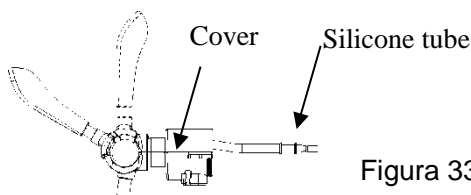

Figura 33 [cover=coperchio] [tubo di silicone]
B. PER CAMBIARE IL TUBO DELLA BIRRA (come visualizzato in figura 33)